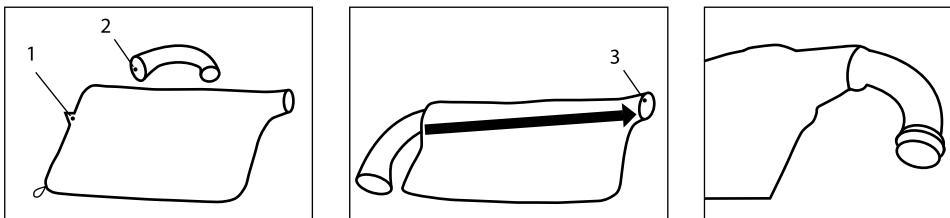

Fig. 2
Luăti tubul curbat de ieșire (2) și introduceți-l în sacul colector (1) în direcția săgeții până ce ajungeți la gâtul elastic. Asigurați-vă că tubul este tras până ce se oprește (Fig. 2)